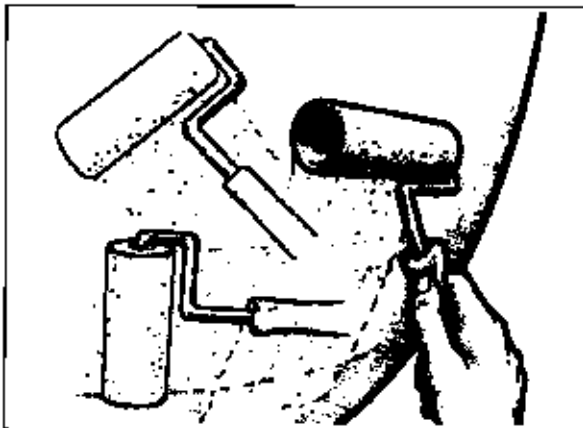

Abb. 8-17 Tragen Sie das Epoxid mit gleichmäßigen Strichen mit einem dünnwandigen Schaumroller auf.
4. Auf einem Bereich von etwa 600 x 800 mm wird das Harz nun gleichmäßig in alle Richtungen ausgerollt (Abb. 8-17).